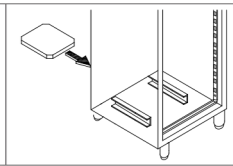

Figure 3
- Glissez-vous dans le peloton échantillon, sur la partie inférieure du réfrigérateur, le bac à déchets de condensation et d'appareils qui ont des plateaux automatique, brancher le connecteur. (Fig. 3)